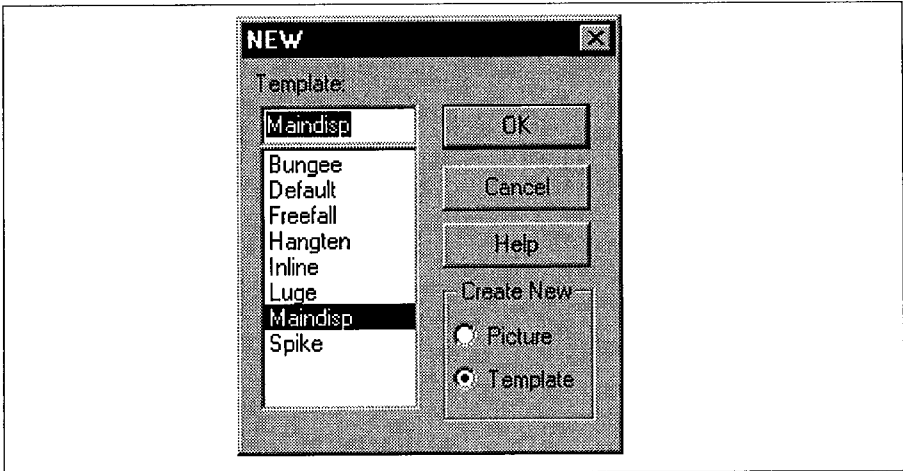

Figure 3-21 Création d'un nouveau synoptique à partir du fond d'écran Maindisp — boîte de dialogue NEW
- 2 Sélectionnez *New* dans le menu *File* pour afficher la boîte de dialogue *NEW*, voir figure 3-21.